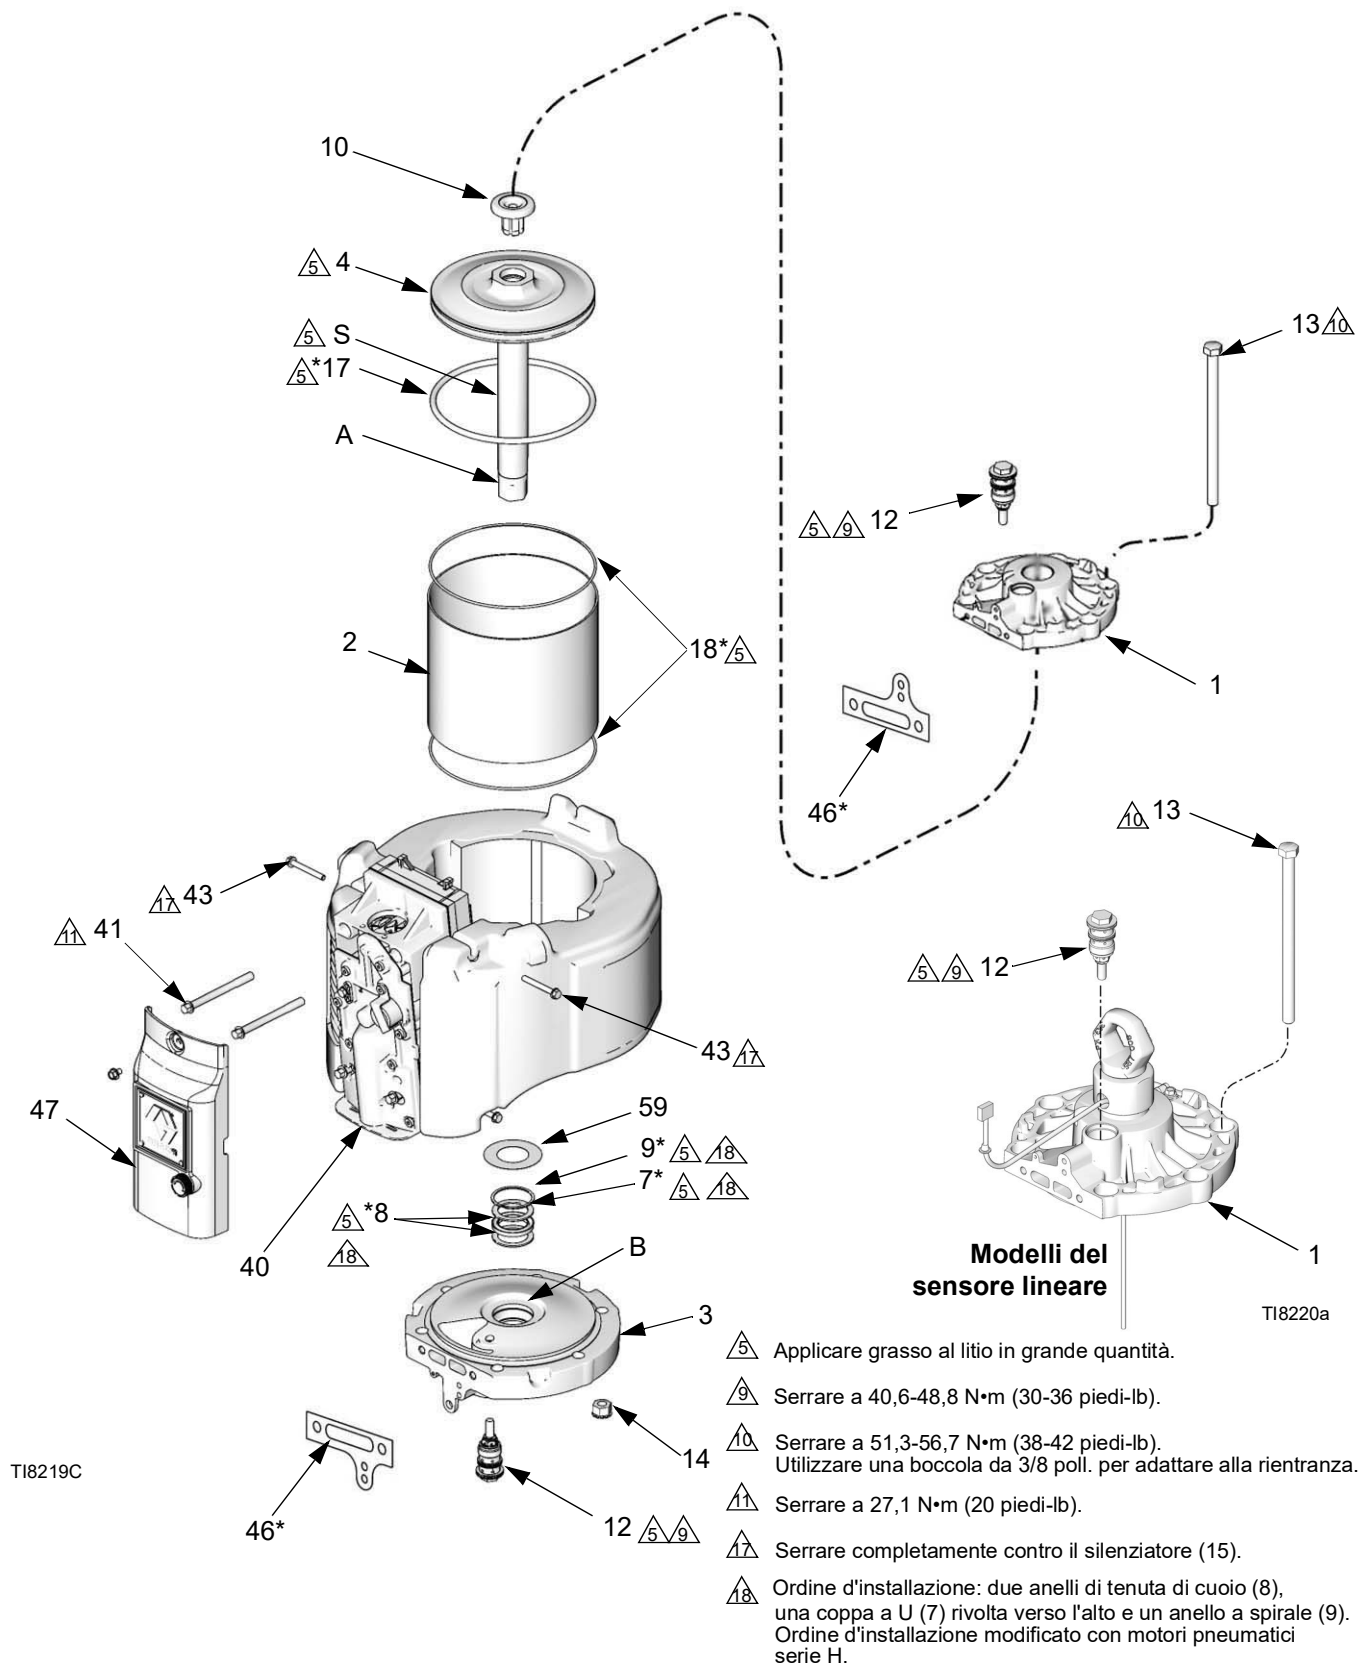

FIG. 12. Riparazione del motore pneumatico
5. Rimuovere il coperchio esterno della valvola (47). Vedere FIG. 12.
6. Smontare le quattro viti (43) e il silenziatore (15).
7. Rimuovere le due viti della valvola dell'aria superiore (41). Allentare, ma non rimuovere, le due viti inferiori (41). Inclinare la valvola dell'aria (40) per rendere più semplici le operazioni di smontaggio.
8. Smontare i tiranti (13). Utilizzando un martello di gomma, colpire l'estremità inferiore del cappuccio superiore (1) per separarlo. Sollevare il cappuccio superiore del motore.
9. Scollegare il motore pneumatico dal pompante (fare riferimento al manuale separato della pompa). Lasciare l'adattatore dell'albero del pistone (A) collegato all'albero (S).
10. Spingere il gruppo del pistone (4) fuori dalla parte superiore del cilindro (2).
11. Ispezionare l'anello di tenuta del pistone (17). Verificare graffi o danni al pistone (4) e all'albero del pistone (S). Il pistone sostitutivo (4) include il pistone, l'albero (S), l'adattatore (A) e l'ammortizzatore (10).
12. Rimuovere il cilindro (2). Controllare la superficie interna del cilindro per la presenza di graffi o altri danni. Sostituirlo se danneggiato.
13. Rimuovere l'ammortizzatore (59), l'anello di ritenzione (9), i premiguarnizioni di contrasto (8) e il premiguarnizione a V (7) dal coperchio inferiore (3). Verificare queste parti per usura o danni. Ispezionare il cuscinetto (B) in posizione (leggeri graffi sono accettabili). Se il cuscinetto è danneggiato, sostituire il coperchio inferiore (3).
1. Vedere FIG. 12. Installare due premiguarnizioni di contrasto (8*) e quindi il premiguarnizione a V (7*) con i bordi rivolti verso l'alto. Quindi installare l'anello di ritenzione (9*) nel coperchio inferiore (3). Lubrificare i premiguarnizioni. Installare il silenziatore (59).